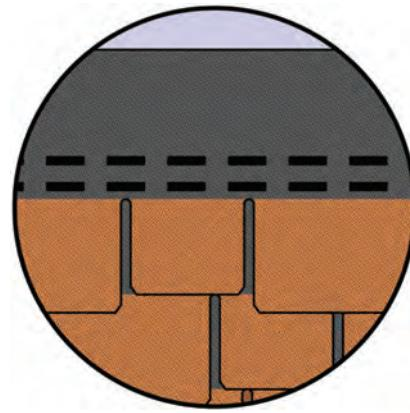

Рис. 7. Схема смещения гонтов по вертикали.
3.6 Смещение по вертикали необходимо устраивать так, чтобы нижняя граница короткого лепестка находилась вровень с вырезом предыдущего ряда (см. рис. 7)